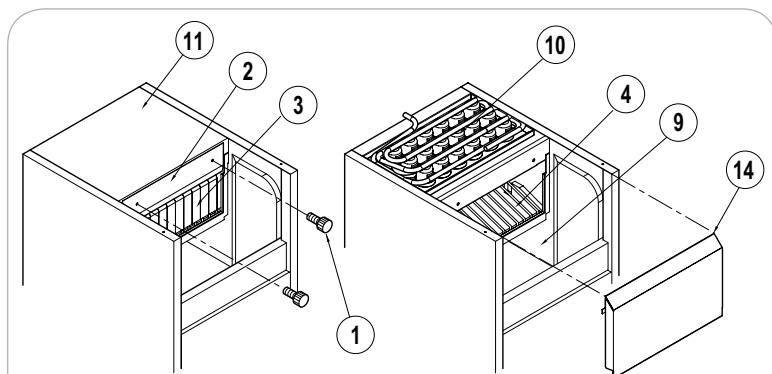
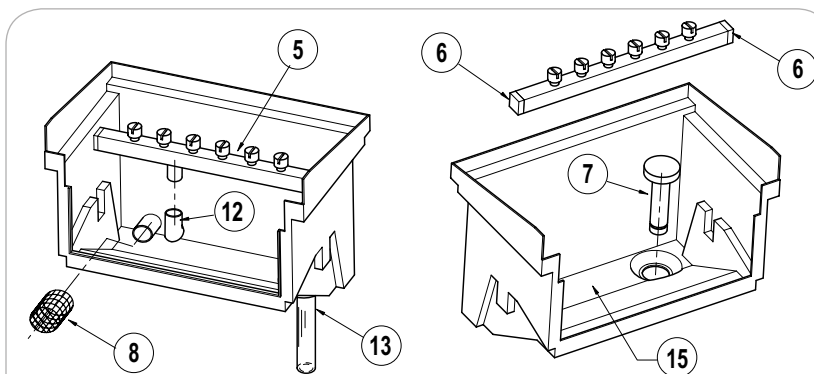

FIG. 7
FIG. 8
- Pulizia e sanitizzazione cella di produzione e vasca di raccolta ghiaccio (vedi Fig. 7 e 8);
- cleaning and sterilisation of production cell and ice-cube collection tray (see Figs. 7 and 8);
- Nettoyage et désinfection de la chambre de production et de la cuvette de récupération des glaçons (voir Fig. 7 et 8);
- Reinigung und Desinfektion des Eiswürfelvor-ratsbehälters (siehe Abb. 7 und 8);
- Limpieza y esterilización de la cámara de producción y cuba de recogida de hielo (ver Fig. 7 y 8);
- allentare e togliere le due viti (Fig. 7 Part. 1) di fissaggio pannello portabandierine (Fig. 7 Part. 2);
- rimuovere il pannello stesso e pulirlo; rimuovere dalla sede le bandierine (Fig. 7 Part. 3), la griglia (Fig. 7 Part. 4) e pulire il tutto accuratamente;
- togliere il tubo porta spruzzatori (Fig. 8 Part. 5) dalla propria sede, sfilare i tappi laterali (Fig. 8 Part. 6) e pulire il tubo e relativi ugelli con un getto di acqua corrente;
- sfilare il "troppo pieno" (Fig. 8 Part. 7) attendere che l'acqua residua esca dalla vasca e rimuovere con una spugna eventuali residui sul fondo della bacinella lavando con acqua pulita;
- rimuovere il filtro (Fig. 8 Part. 8) nel tubo di aspirazione della pompa e pulirlo accuratamente sotto un getto di acqua corrente;
- eseguire infine una accurata pulizia del contenitore di raccolta dei cubetti (Fig. 7 Part. 9) e dell'evaporatore (Fig. 7 Part. 10) risciacquando abbondantemente con acqua corrente pulita;
- loosen and remove the two pawl (Fig. 7 Part 1) fixing the flag support assembly (Fig. 7 Part 2); remove the panel and clean it;
- remove the flags from the panel (Fig. 7 Part 3), the chute (Fig. 7 Part 4) and clean everything thoroughly;
- remove the sprayers bar ass. (Fig. 8 Part 5) from the seat, remove the side plugs (Fig. 8 Part 6) and clean the bar and relative sprayers with a jet of running water;
- remove the overflow (Fig. 8 Part 7) wait for the excess water to flow out of the tray and use a sponge to remove any residues from the bottom of the tank and wash with clean water;
- remove the suction filter (Fig. 8 Part 8) from the pump's aspiration pipe and clean it thoroughly under a jet of running water;
- finally, thoroughly clean the ice bin (Fig. 7 Part 9) and the evaporator (Fig. 7 Part 10), than rinse thoroughly with clean running water;
- desserrer et retirer les deux cliquettes de fixation (Fig. 7, Réf. 1 du panneau de support des lamelles en plastique (Fig. 7, Réf. 2) ; retirer le panneau et le nettoyer;
- retirer de leur siège les lamelles en plastique (Fig. 7, Réf. 3), la grille (Fig. 7, Réf. 4) et nettoyer l'ensemble soigneusement;
- retirer le tube de support des injecteurs (Fig. 8, Réf. 5) de son siège, extraire les bouchons latéraux (Fig. 8, Réf. 6) et nettoyer le tube et les buses avec un jet d'eau courante;
- extraire le "trop-plein" (Fig. 8, Réf. 7), attendre que l'eau résiduelle sorte de la cuvette et enlever avec une éponge les éventuels résidus sur le fond de la cuvette en lavant avec de l'eau propre;
- retirer le filtre (Fig. 8, Réf. 8) dans le tube d'aspiration de la pompe et le nettoyer soigneusement sous un jet d'eau courante ;
- effectuer enfin un nettoyage soigné du cuve glaçons (Fig. 7, Réf. 9) et de l'évaporateur (Fig. 7, Réf. 10) en rinçant abondamment avec de l'eau courante propre;
- lösen und entfernen Sie die zwei Klinke (Abb. 7 Teil.1) zur Befestigung der Streichbretthafelgesamt (Abb. 7 Teil. 2); entfernen Sie die Verkleidung und reinigen Sie diese;
- nehmen Sie die Streichbretter (Abb. 7 Teil. 3), das Rutsche (Abb. 7 Teil. 4) aus ihrem Sitz und reinigen Sie diese sorgfältig;
- entfernen Sie die Rampe (Abb. 8 Teil. 5) aus ihrem Sitz, ziehen Sie die seitlichen Pfropfen heraus (Abb. 8 Teil. 6) und reinigen Sie die Leitung und die Düsen mit einem Wasserstrahl;
- nehmen Sie den Überlauf (Abb. 8 Teil. 7) heraus und warten Sie dann, bis das Restwasser aus der Wanne läuft. Entfernen Sie mit einem Schwamm und sauberem Wasser möglicherweise auf dem Wannenboden sichtbare Rückstände;
- entfernen Sie den Saugfilter (Abb. 8 Teil. 8) aus der Absaugleitung der Pumpe und reinigen Sie ihn sorgfältig mit einem Wasserstrahl;
- zuletzt reinigen Sie sorgfältig den Eiswürfelvorratsbehälter (Abb. 7 Teil. 9) und den Abkühler (Abb. 7 Teil. 10). Spülen Sie ihn hierzu unter reichlich sauberem fließendem Wasser ab;
- aflojar y quitar los dos remaches (Fig. 7 Part. 1) de fijación del conjunto cortinas banderines (Fig. 7 Part. 2); quitar el panel mismo y limpiarlo;